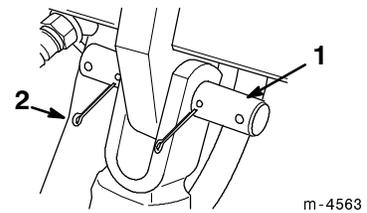

Figure 6
- Mettre le nouvel axe de chape en place et le fixer à l'aide de deux goupilles fendues (Fig. 6).